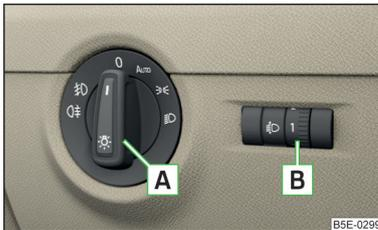

Abb. 48
Bei Fahrzeugen mit Rechtslenkung weicht die Anordnung der Bedienungselemente zum Teil von der in » Abb. 48 auf Seite 73 gezeigten Anordnung ab. Die Symbole, die die Stellungen der Bedienungselemente markieren, sind gleich.
Lichtschalterstellungen - Drehen des Schalters **A** » Abb. 48
Drehen des Drehreglers **B** » Abb. 48
- ✓ Der Lichtschalter befindet sich in der Stellung **0** oder **AUTO** » **Abb. 48 auf Seite 73.**